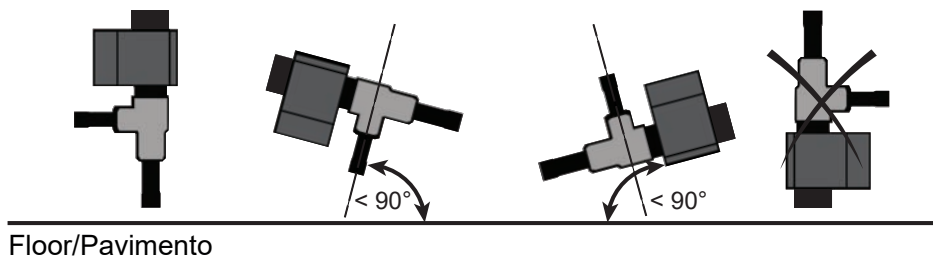

Fig. 2. Posicionamento da válvula
3. Posicione a válvula conforme indicado (ver Fig. 2). A bobina não deve estar orientada para baixo.
- Inspeccione o estado do tubo, incluindo quaisquer sinais de deformação, corrosão, fugas ou outras anomalias mecânicas. (1)
- Verifique se a bobina não está virada para baixo (outras posições, até à horizontal, são permitidas). (2)
- Verifique se o filtro principal está presente no sistema (3).
(1) Utilize métodos de inspeção adequados (por exemplo, visual, teste de pressão) e garanta a conformidade com as normas aplicáveis. Documente quaisquer irregularidades e tome medidas corretivas, se necessário.
(2) Ver Fig. 2